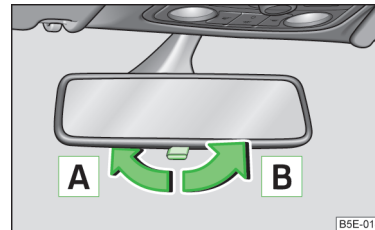

Fig. 41
- Reglați maneta de la marginea inferioară a oglinzii în sensul parbrizului (oglindea se reglează pe poziția antiorbire) **A** » fig. 41.